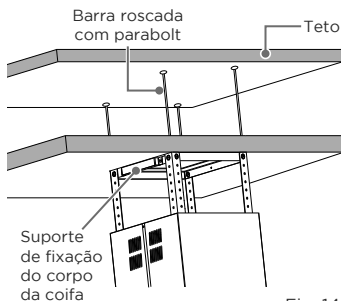

Fig. 14
4. Outra opção de instalação no rebaixo de gesso é através de barras rosçadas com parabolt (não acompanham o produto). É possível substituir o suporte de fixação do teto por 4 barras rosçadas (Fig. 14). Para isso, utilize o suporte de fixação como gabarito para realizar as furações. Caso seja utilizada essa opção de instalação, é importante que a fixação no teto seja feita com parabolts, para garantir a fixação adequada da coifa.